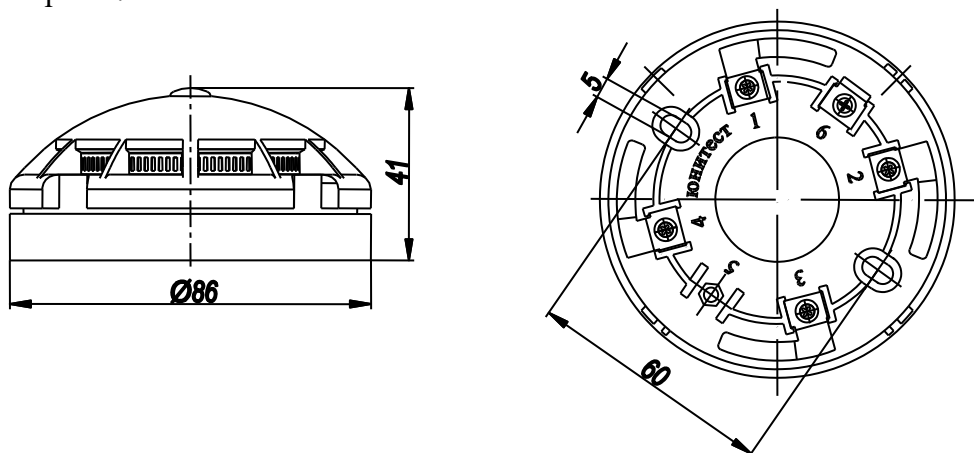

Рис.1. Габаритные и установочные размеры извещателя.
1.10. В зависимости от схемы подключения (см. рис. 1 и 2) извещатель подает извещения «ВНИМАНИЕ» или «ПОЖАР» на ПКП, что позволяет использовать его для управления пожарной автоматикой. Извещения подаются путем замыкания шлейфа сигнализации в прямой полярности с остаточным напряжением 8,5В.
4.2. Габаритные и установочные размеры извещателя представлены на рис.1, схемы подключения на рис.2.